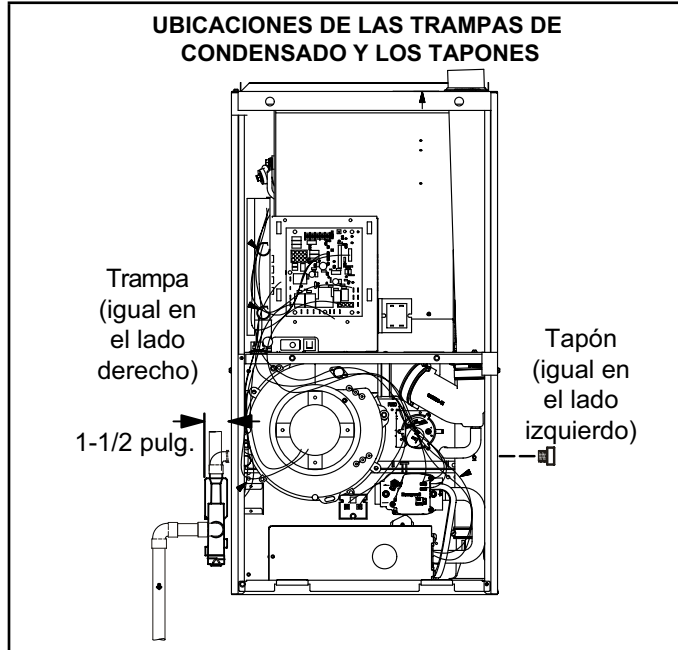
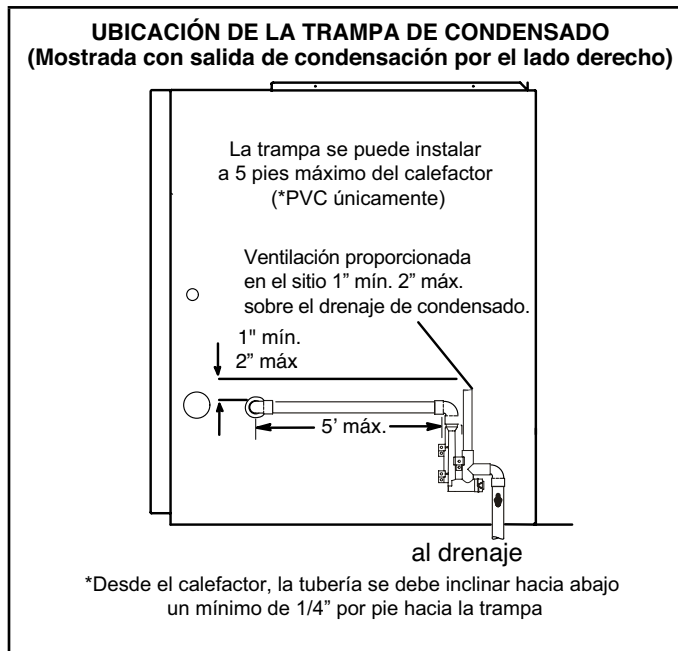

FIGURA 42
FIGURA 43
Esta unidad está diseñada para salida de la tubería de condensado a la derecha o a la izquierda. Consultar la FIGURA 42 y la FIGURA 43 para las ubicaciones de las trampas de condensado.
- 2 - Use un destornillador grande de punta plana o una extensión de la boquilla de accionamiento de 1/2 pulg. y retire el tapón (FIGURA 42) de la caja del cabezal del extremo frío en la ubicación apropiada en el costado de la unidad. Instale el accesorio del codo macho hembra de 3/4 NPT en la caja del cabezal del extremo frío. Use cinta de Teflón o un recubrimiento para tuberías apropiado.